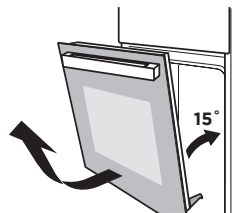

Figura 2
2. Cierre la puerta en un ángulo de aproximadamente 15°. Levante y saque lentamente la puerta del horno. (Figura 2)